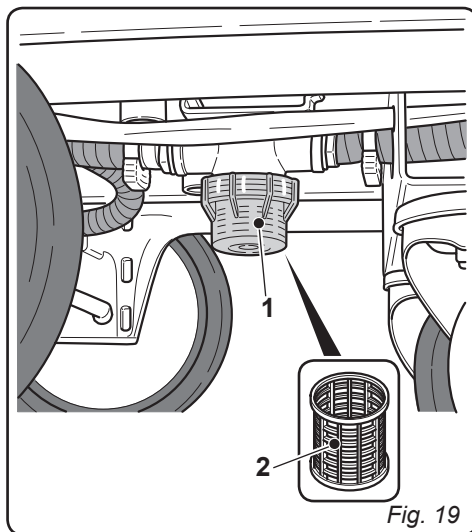

Fig. 19
10.1.d - Limpieza del filtro de agua limpia (Fig. 19)
- Aflojar la tapa transparente (1) del filtro y quitar el filtro (2).
- Limpiar el filtro (2) con agua corriente.